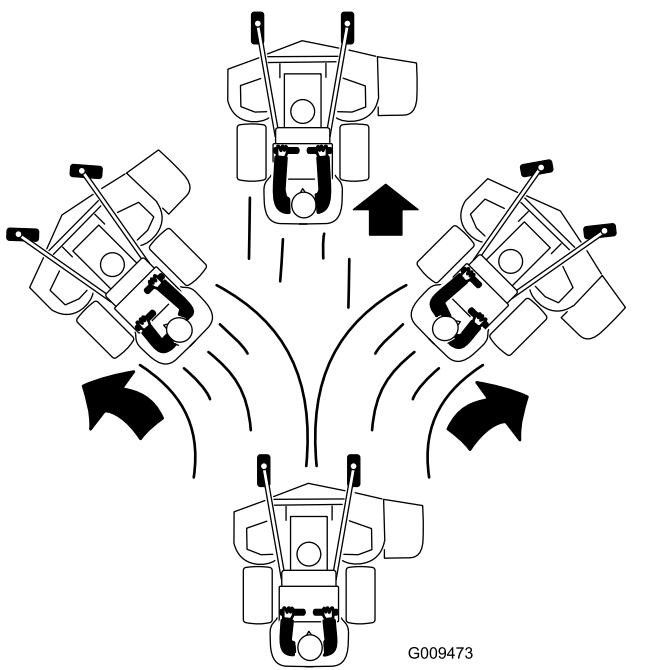

Figura 19
- 3. Empuje lentamente las palancas de control de movimiento hacia adelante (Figura 19).